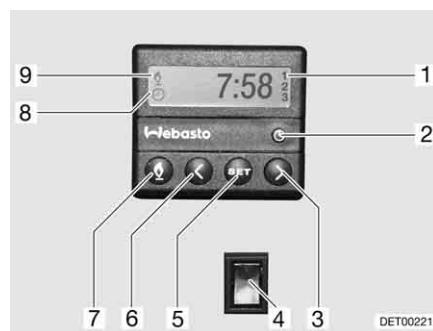

Fig. 88 Centralina di controllo per riscaldamento fisso
- Premere il tasto (Fig. 88,7). Il funzionamento del riscaldamento viene indicato con il simbolo (Fig. 88,9). La ventola viene inserita solo quando la temperatura dell'acqua di raffreddamento è pari a 30 °C.
- Premere il tasto (Fig. 88,7). Il simbolo (Fig. 88,9) si spegne.
- Premere l'interruttore (Fig. 88,4) in basso. Il motore viene preriscaldato. La ventola viene inserita immediatamente.
- Premere l'interruttore (Fig. 88,4) in alto. Il motore rimane freddo.
- Premere il tasto (Fig. 88,2). L'impostazione dell'ora viene indicata con il simbolo (Fig. 88,8).
- Impostare l'ora con i tasti (Fig. 88,3 e 6).
- Premere il tasto (Fig. 88,5).
- Impostare l'orario di accensione con i tasti (Fig. 88,3 e 6) entro 10 secondi.
- Premere il tasto (Fig. 88,5) fino a che nel display (Fig. 88,1) non appare il numero di programmazione desiderato.